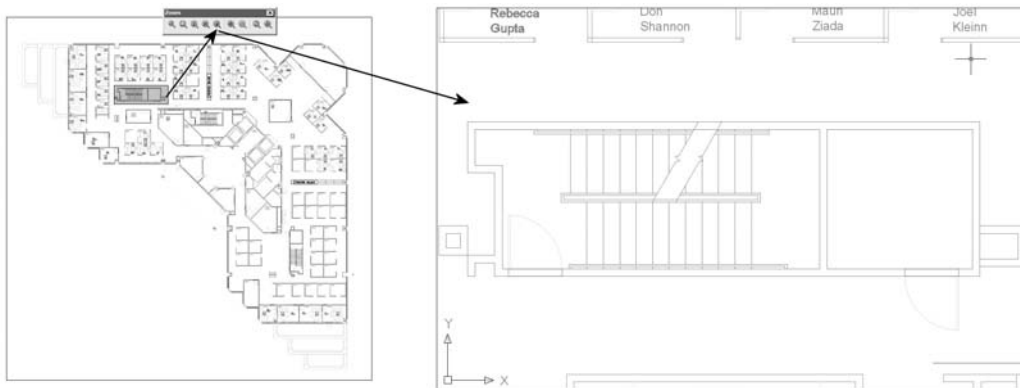

Fig.3.14
- **Zoom Objet** (Object) : permet d'afficher de manière aussi large que possible un ou plusieurs objets sélectionnés au centre de la zone d'image. Il est possible de sélectionner des objets avant ou après le lancement de la commande ZOOM (fig.3.14).